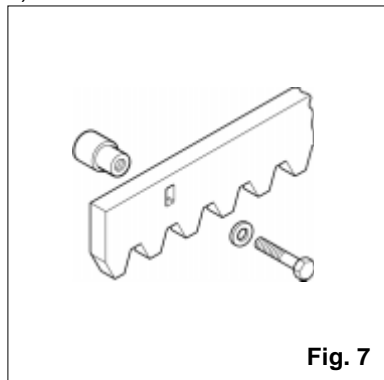

Fig. 7
- 1) Préparer la crémaillère (fournie sur demande), avec les vis TH 8 x 25 et les entretoises à souder fournies comme indiqué fig. 7.